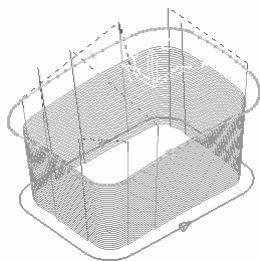

图 2-349 生成的刀具路径
4) 在“线框 SWARF 精加工”对话框中单击“计算”按钮和“接受”按钮, 确定参数并退出对话框, 生成的刀具路径如图 2-349 所示。